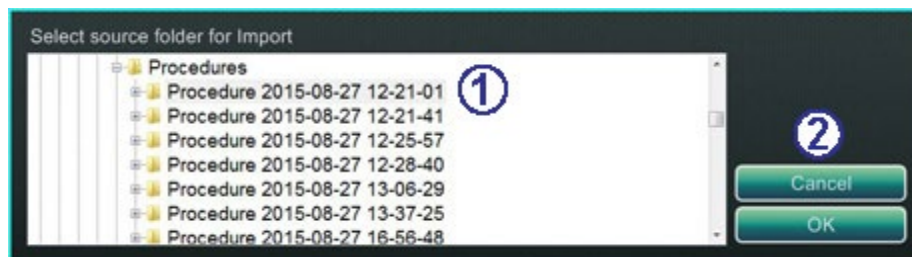

Figure 37. Fenêtre Select source folder for Import (Sélectionner le dossier source pour l'importation)
Explicatif du dossier source pour l'importation (Figure 37)
- ① **Fenêtre d'importation.** La fenêtre Select source folder for Import (Sélectionner le dossier source pour l'importation) (**Figure 37**) est un navigateur Windows. Naviguez vers le lecteur ou le répertoire contenant le dossier de la procédure à importer. Il s'agit en général d'une clé USB à mémoire flash (également appelée « clé de stockage », « mémoire flash », « lecteur multimédia », « lecteur de voyage »).
- ② **Boutons Close (Fermer).** Cliquez sur **OK** pour importer la procédure ou sur **Cancel** (Annuler) pour annuler l'importation.